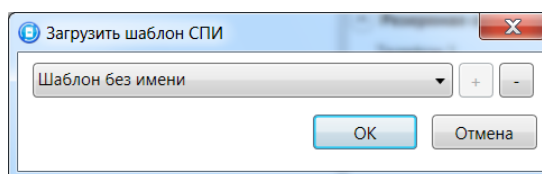

Рис. 10.4. Окно *Загрузить шаблон ПКП*
**Загрузить шаблон настроек:** открытие окна *Загрузить шаблон ПКП* (рис. 10.4), с помощью которого можно сконфигурировать контроллер по предварительно созданному шаблону. Для того чтобы применить шаблон, выберите его в списке и нажмите кнопку *ОК*. Для того чтобы удалить один из сохраненных шаблонов, выберите его в списке и нажмите кнопку .